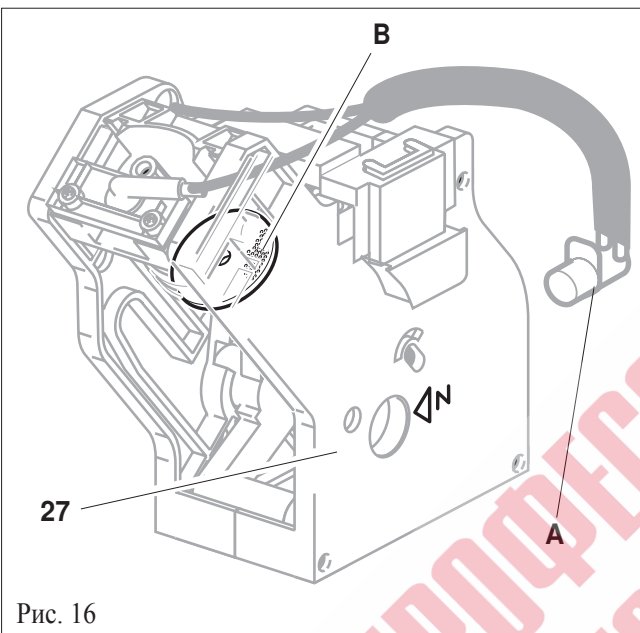

Рис. 16
13.1. 2 Центральное Устройство (Рис. 16)
13.1. 9 Узел капучино (Рис. 16)